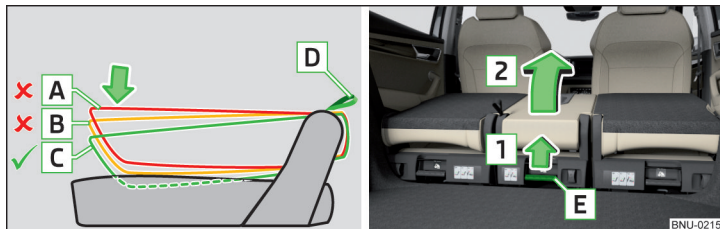

Fig. 91 Relever le siège central
- Tirez sur la boucle **D** et appuyez sur le dossier en position **C** à environ 4 cm de profondeur dans l'assise » fig. 91.